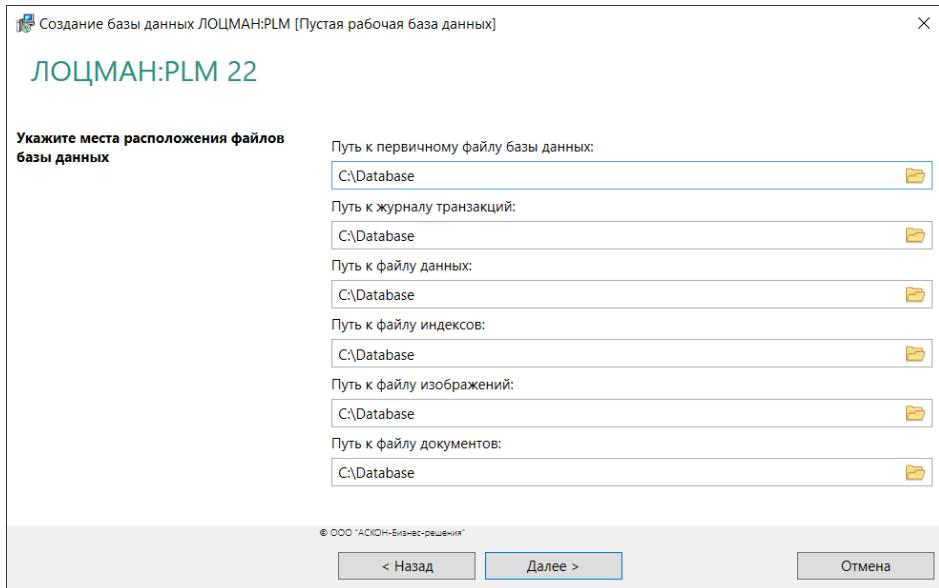

Рис. 3.10
1. Заполните поля ввода данных (рис. 3.10). Пути можно задать вручную или выбрать в стандартном диалоге Windows, который появится после нажатия кнопки **Выбрать**.